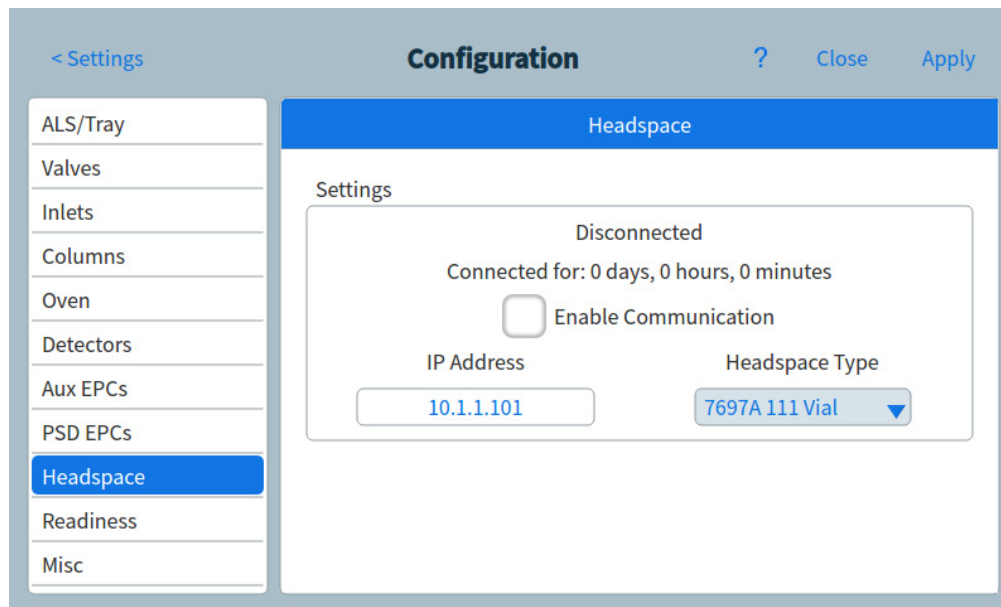

Figure 72. Page des paramètres de l'espace de tête
- 1 Sélectionnez **Paramètres** > **Configuration** > **Espace de tête**. Voir **Figure 72**.